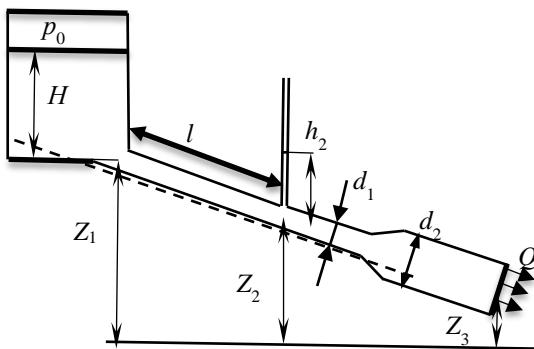

Рис. 8.2
8.4. Определить, с каким расходом вода будет вытекать через трубу из бака (рис. 8.2), если диаметр выходного сечения трубы $d_2 = 100 \text{ мм}$; длина трубы $L = 8 \text{ м}$; уровень воды в баке $H = 4 \text{ м}$, $p_0 = 102 \text{ кПа}$; $z_1 = 6 \text{ м}$, $z_2 = 4 \text{ м}$, $z_3 = 2 \text{ м}$; коэффициент входного сопротивления $\xi_{\text{вх}} = 0,8$; коэффициент сопротивления расширению трубы $\xi_{\text{расш.}} = 1,2$; шероховатость трубы — 0,04 мм. Определите также показания пьезометра, расположенного на расстоянии $l = 4 \text{ м}$ от бака, если $d_1 = 50 \text{ мм}$.
8.5. Определить, каким должен быть уровень воды в баке H (рис. 8.2), чтобы вода вытекала с расходом $Q = 120 \text{ л/ч}$, если диаметр выходного сечения трубы $d_2 = 100 \text{ мм}$; длина трубы $L = 8 \text{ м}$; $p_0 = 105 \text{ кПа}$; $z_1 = 6 \text{ м}$, $z_2 = 4 \text{ м}$, $z_3 = 2 \text{ м}$; коэффициент входного сопротивления $\xi_{\text{вх}} = 0,8$; коэффициент сопротивления расширению трубы $\xi_{\text{расш.}} = 1,2$; шероховатость трубы — 0,02 мм. Определите также показания пьезометра, расположенного на расстоянии $l = 4 \text{ м}$ от бака.
8.6. Определить, каким должно быть давление p_0 над свободной поверхностью воды в баке (рис. 8.2), чтобы вода вытекала с расходом $Q = 30 \text{ л/ч}$, если уровень воды в баке $H = 2 \text{ м}$, диаметр выходного сечения трубы $d_2 = 40 \text{ мм}$; длина трубы $L = 4 \text{ м}$; $z_1 = 1 \text{ м}$, $z_2 = 0,8 \text{ м}$, $z_3 = 0,6 \text{ м}$; коэффициент входного сопротивления $\xi_{\text{вх}} = 0,8$; коэффициент сопротивления расширению трубы